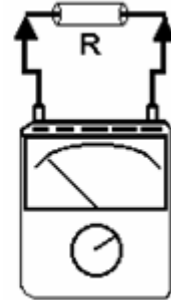

Figura 4
4. Poner las puntas de prueba en las terminales de la resistencia tal como se muestra en la figura 4. La resistencia no debe estar conectada a ningún circuito; únicamente debe haber contacto entre las terminales de ésta y las puntas de prueba.